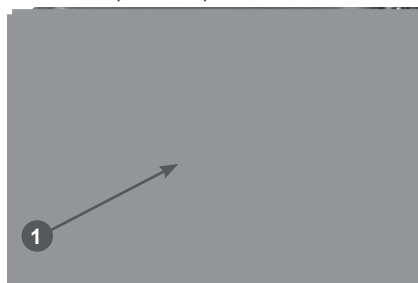

Рис. 26 Расположение ручного топливного насоса
- Для запуска холодного двигателя нажмите 3 раза на ручной топливный насос 1 (Рис. 26).